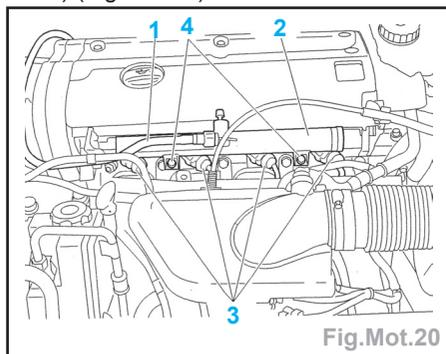

Fig.Mot.20
Important : lors du désaccouplement de la durit encliquetable (1), se protéger à l'aide d'un chiffon afin d'éviter toutes projections de carburant (pression résiduelle dans la rampe d'injection de **1,0 bar**) (Fig.Mot.20).